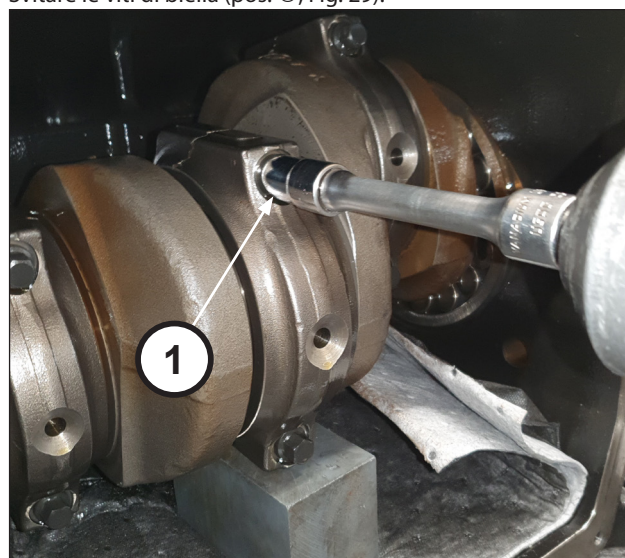

Fig. 29
Svitare le viti di biella (pos. ①, Fig. 29).